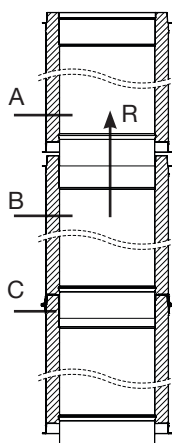

Fig 1
De montagerichting moet gerespecteerd worden zoals aangeduid op Fig.1. In de richting van de rookgassen "R" moet het hoger gelegen element (A) op het ondergelegen element (B) geschoven worden. Het nauwkeurig opvolgen van deze rookrichting bij de montage is noodzakelijk voor de afwatering van eventuele condensatie in het rookkanaal.